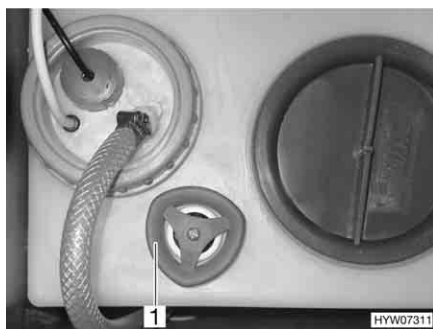

Fig. 201 Serbatoio dell'acqua con maniglia girevole
- Sul serbatoio dell'acqua ruotare la maniglia girevole (Fig. 201,1) in senso antiorario, per aprire l'apertura di scarico.